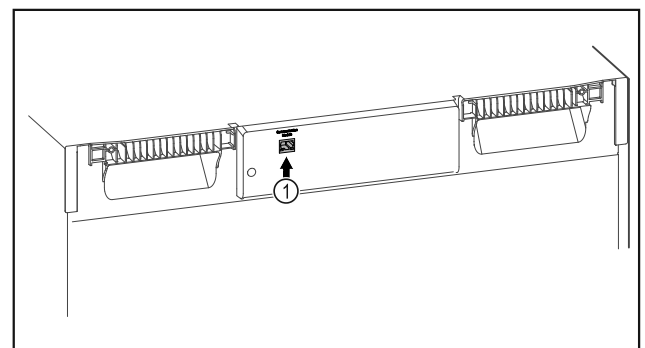

Fig. 110
- SmartModule Fig. 110 (1) on sisse pandud.